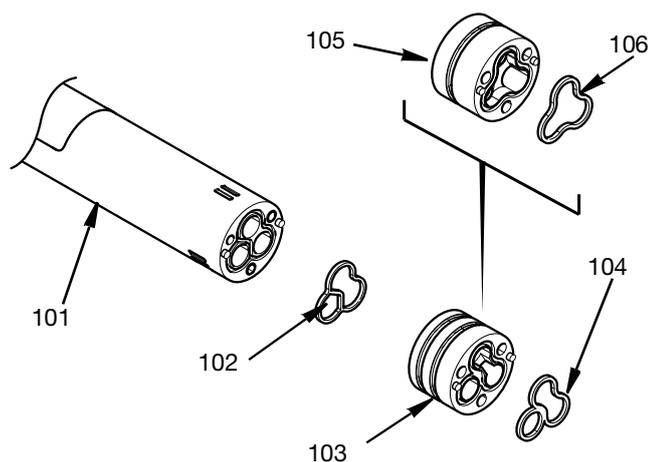

FIG. 13
- При необходимости снимите нижнюю прокладку из одного материала (106) или нижнюю прокладку из двух материалов (104). Теперь можно снять один материалный адаптер (105) или два материалных адаптера (103) и прокладку адаптера (102). См. FIG. 13.